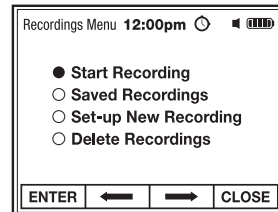

Fig. 4
1. Desde el Menú de Grabaciones, seleccione e INGRESE “Iniciar una Grabación Nueva” (Fig. 4).
- En el Menú Grabaciones, seleccione e INGRESE Iniciar una Grabación (Fig. 4).
- Desde el Menú de Grabaciones (Fig. 4), seleccione e INGRESE Grabaciones Guardadas (Fig. 13).
1. En el Menú de Grabaciones, seleccione e introduzca Borrar Grabaciones (Fig. 4).